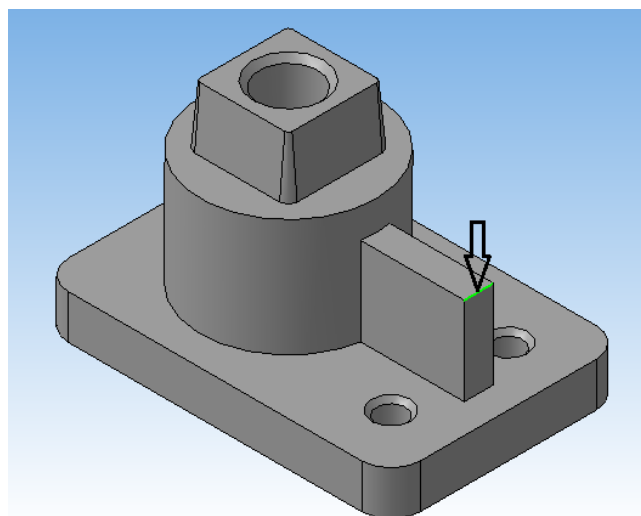

Рисунок 44.
27. Выполняем «Скругление»  на угле ребра жесткости, радиусом **10мм** (рисунок 44).